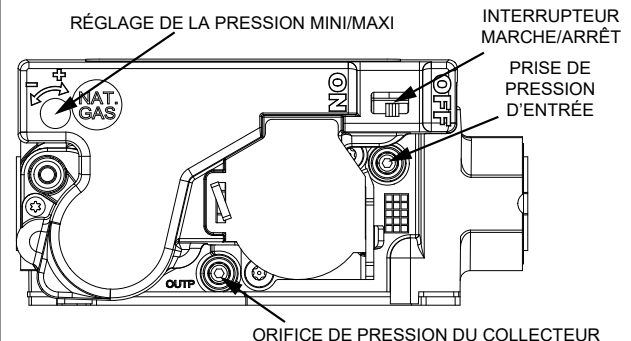

FIGURE 31
- 5 - Mettez l'interrupteur de la vanne de gaz sur **OFF/ FERMÉE**. Reportez-vous à la FIGURE 30 et à la FIGURE 31.
- 6 - Attendez cinq (5) minutes pour vous assurer que tout le gaz a eu le temps de se dissiper. En cas d'odeur de gaz, **ARRÊTEZ!** Appelez immédiatement le fournisseur du gaz depuis chez un voisin et conformez-vous à ses instructions. S'il n'y a pas d'odeur de gaz, passez au point suivant.
- 7 - Mettez l'interrupteur de la vanne de gaz sur **ON/OUVERTE**. Reportez-vous à la FIGURE 30 et à la FIGURE 31.
Sur la vanne White Rodgers 36J27 (FIGURE 31), repérez la prise de pression d'entrée de 5/16" située sur le dessus de la vanne. À l'aide d'une clé hexagonale de 3/32 pouces, tournez la vis de la prise de pression de sortie d'un tour dans le sens inverse des aiguilles d'une montre. Enfilez un morceau de tuyau de 5/16" de diamètre intérieur sur la prise et acheminez-le jusqu'à l'appareil de mesure. Ouvrez la vanne d'alimentation principale manuelle.
Sur la vanne White Rodgers 36J27 (FIGURE 31), retirez le tuyau de la prise. À l'aide d'une clé hexagonale de 3/32", tournez la vis de la prise de pression d'entrée dans
Pour la pression du collecteur avec une vanne White Rodgers 36J27 (FIGURE 31), repérez la prise de pression du collecteur de 5/16" située sur le dessus de la vanne. À l'aide d'une clé hexagonale de 3/32 pouces, tournez la vis de la prise de pression de sortie d'un tour dans le sens inverse des aiguilles d'une montre. Placez un tuyau de 5/16 pouces de diamètre intérieur sur la prise et acheminez-le jusqu'à l'appareil de mesure.